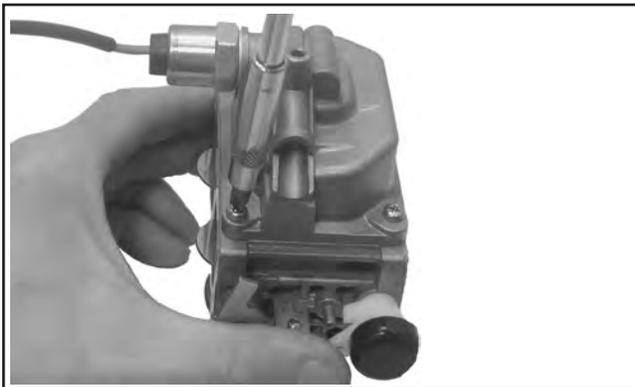

Abbildung 5-21. Installation des Schwimmergehäuses.
- Nachdem die korrekte Höhe des Schwimmers erreicht ist, wird das Schwimmergehäuse vorsichtig auf dem Vergaser installiert. Dabei werden neue O-Ringe verwendet. Die Befestigung mit den vier Original-Schrauben vornehmen. Anzug der Schrauben auf $2,5 \pm 0,3$ N·m ($23 \pm 2,6$ Zoll lb). Siehe Abbildung 5-21.